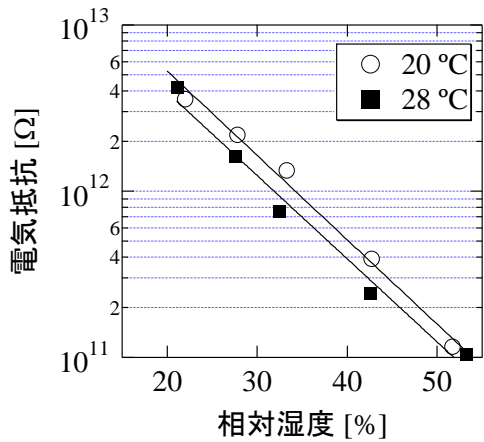

図 4 電気抵抗と相対湿度の関係
の湿度条件から得られた  $\tau$  と絶対湿度との関係を示します。 $\tau$  は絶対湿度が高くなるにしたがい指数関数的に減少しました（これは相対湿度でも同じです）。また絶対湿度が同じでも温度によって  $\tau$  は異なることがわかりました。ところで、 $\tau=RC$  ( $R$  は電気抵抗、 $C$  は静電容量) なる関係が成り立つことが知られています。図 4 に示すように、実際に測定した和紙の  $R$  も相対湿度に対して指数関数的に
減少しました。図 3 の  $\tau$  と図 4 の  $R$  から  $C$  はおよそ  $1 \times 10^{-10}$  ファラッド (F) と求まりました。ここで、この温度領域において  $C$  は一定とみなすことができました。したがって、同じ絶対湿度でも  $\tau$  の値が温度によって異なるのは  $R$  の温度変化が原因であると考えられます。想像ですが、温度の上昇によって和紙の繊維を構成する高分子の分子振動が乱雑になり、繊維の表層を伝わる電荷の動きが抑制
気抵抗が  $10^{11} \Omega$  のときは 50 秒で、 $10^{10} \Omega$  ならば 5 秒で、 $10^9 \Omega$  ならば僅か 0.5 秒程度で、いずれも帯電量がほぼゼロになります。つまり、抵抗値が小さければ小さいほど帯電量が早くゼロになります。この予測をもとに図 4 を用いて 1 秒も経たないうちに帯電量がほぼゼロになるような条件を考えると非常に高い湿度が必要になることがわかります。実際にその対策をするかどうかは別として、以上のような手法は静電気トラブルの回避対策に利用できるものと思われます。